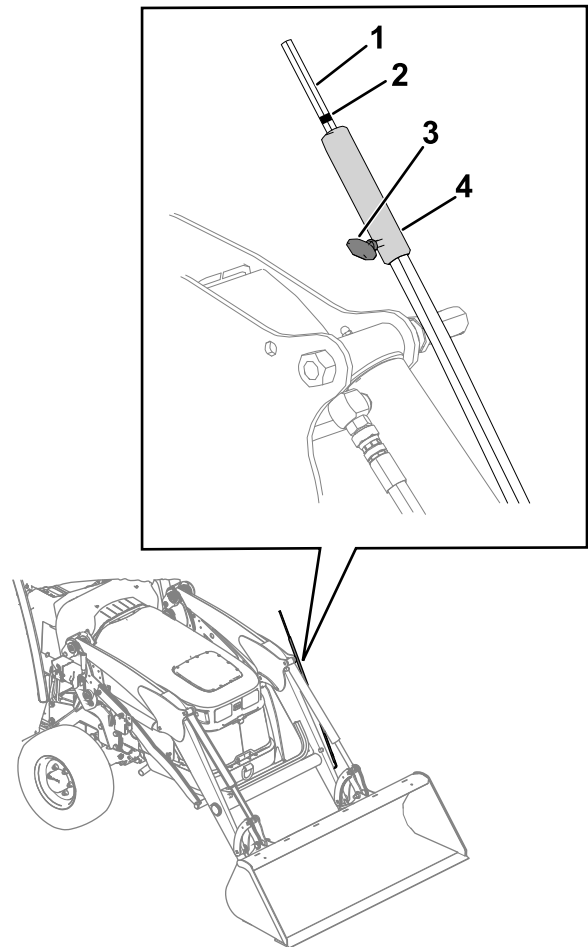

Figura 60
Mientras utiliza la cargadora, utilice el indicador de nivel del apero (Figura 60) para observar la posición del apero desde la posición del operador. Puede ajustar el indicador para su uso con diferentes aperos:
2. Ajuste el indicador de nivel del apero (Figura 60) de manera que sea visible desde la posición del operador.